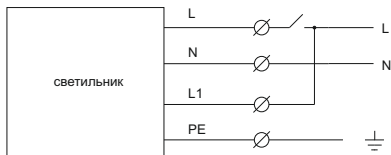

Рисунок 3
3.3 Подключение светильника к сети производить сетевым кабелем, выведенным из корпуса светильника, согласно маркировке проводников (рисунок 3): L – коммутируемая фаза; N – нейтраль; PE – заземление; L1 – некоммутируемая фаза.